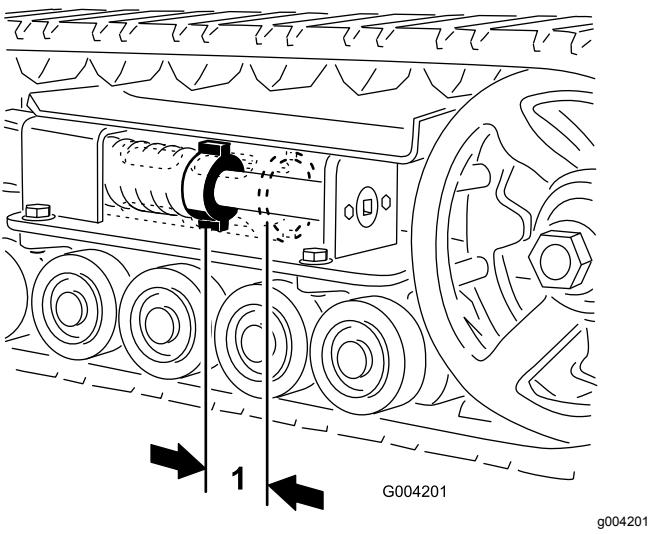

Bild 44
Der Abstand zwischen der Spannungsmutter und der Rückseite des Spannungsrohrs sollte 7 cm sein (Bild 44). Stellen Sie ansonsten die Kettenspannung wie folgt ein:
5. Drehen Sie die Spannschraube mit einer Ratsche ($\frac{1}{2}$ ") nach links, bis der Abstand zwischen der Spannmutter und der Rückseite des Spannungsrohrs 7 cm beträgt (Bild 44).
12. Drehen Sie die Spannschraube nach links, bis der Abstand zwischen der Spannmutter und der Rückseite des Spannungsrohrs (Bild 44) 7 cm beträgt.
18. Drehen Sie die Spannschraube nach links, bis der Abstand zwischen der Spannmutter und der Rückseite des Spannungsrohr (Bild 44) 7 cm beträgt.